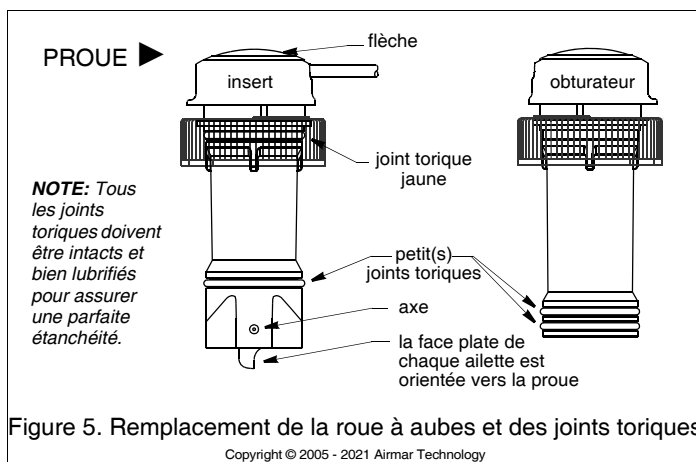

Figure 5. Remplacement de la roue à aubes et des joints toriques
5. *Tous les joints toriques doivent être intacts et bien lubrifiés pour assurer une parfaite étanchéité.* Après la polymérisation du mastic d'étanchéité marine, inspectez les joints toriques de l'insert de sonde, y compris le joint torique **JAUNE**, (remplacez-les si nécessaire) et lubrifiez-les avec la graisse silicone fournie (Figure 5). Lubrifiez également l'alésage du passe-coque au-dessus du clapet.
1. *Tous les joints toriques doivent être intacts et bien lubrifiés pour assurer une parfaite étanchéité.* Inspectez les joints toriques de l'obturateur et remplacez-les si nécessaire, lubrifiez-les avec la graisse silicone fournie ou du gel de paraffine (Figure 5).
1. Pour enlever la roue à aubes à remplacer, saisissez l'extrémité de l'axe avec une paire de petites pinces coupe-câbles obliques et tirez sur l'axe (Figure 5).